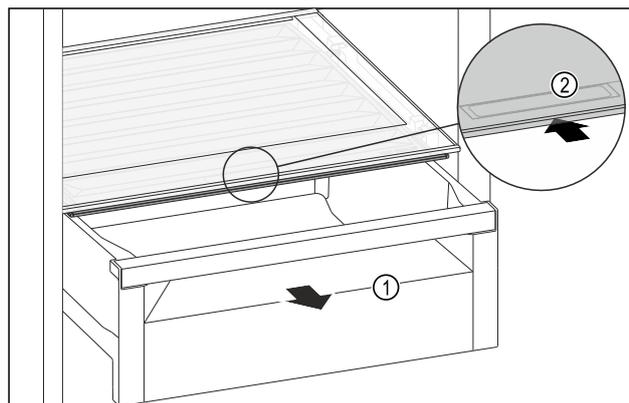

Fig. 111
- ▶ Extraer el compartimento Fig. 111 (1).
- ▶ Agarrar el tirador empotrado Fig. 111 (2) en la tapa del compartimento y tirar de la tapa del compartimento hacia atrás al mismo tiempo.